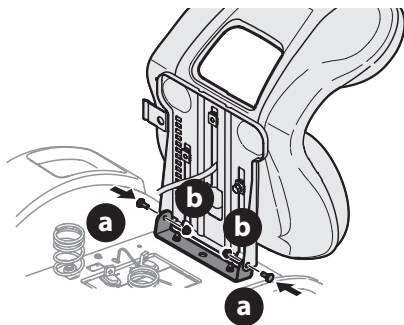

Figura 3
4. Luego, con los tornillos con reborde (a) y las tuercas de seguridad con brida (b) previamente quitados, asegure un lado del asiento y soporte del asiento. Mientras sostiene el asiento, quite el destornillador Phillips y asegure el otro lado del asiento. Tenga cuidado de no doblar o dañar el mazo de cables mientras instala el asiento (Figura 3). Ajuste hasta 84-103 pulgadas-libras (9-12 N-m).